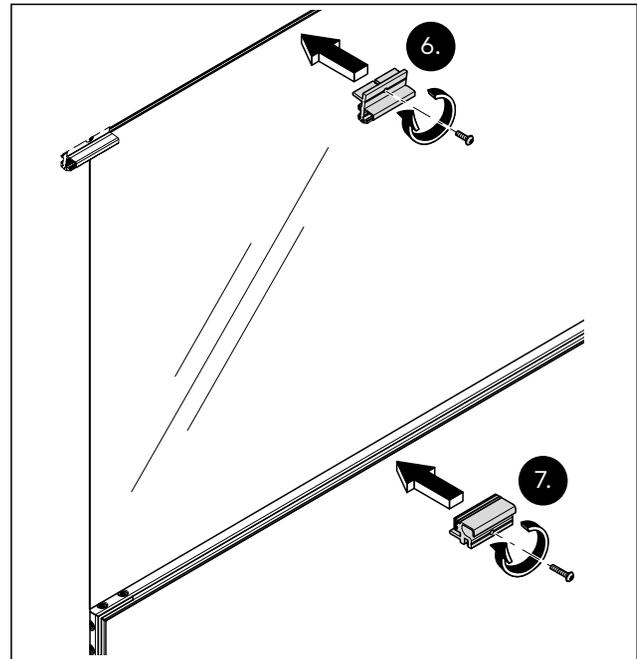

Abb. 38 Das Oberlicht waagrecht am Grundprofil des Aufnahmeprofils (oben) und am Grundprofil der Zarge (unten) fixieren
- Mindestens 3 Glas-Klemmstücke pro Meter am Grundprofil des Aufnahmeprofils mit einem Drehmoment von 5 Nm montieren (Abb. 38).